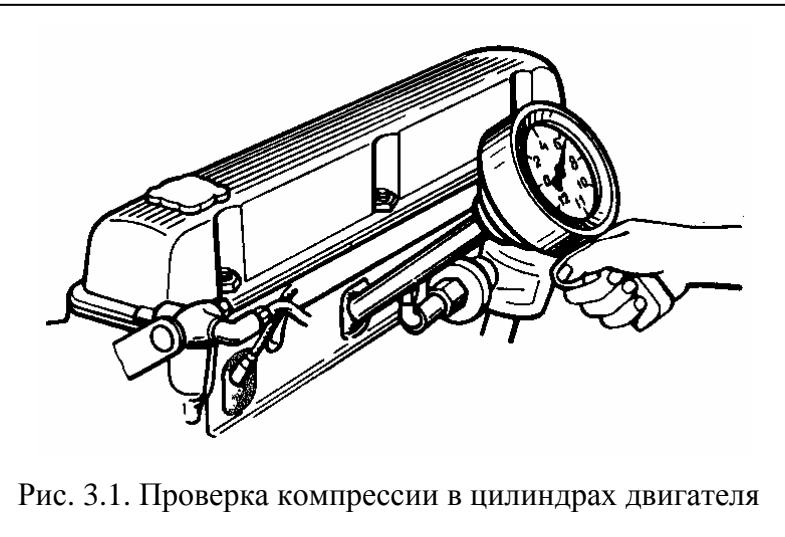

Рис. 3.1. Проверка компрессии в цилиндрах двигателя
**Величину компрессии** в цилиндрах проверяйте на прогретом двигателе компрессометром модели 179 ГАРО. Для этого выверните свечи зажигания, вставьте резиновый конусный наконечник компрессометра в отверстие для свечи (рис. 3.1) и стартером проверните коленчатый вал при полностью открытой дроссельной заслонке и карбюраторе без топлива. Давление в цилиндрах должно быть не менее 700 кПа (7,15 кгс/см2) для двигателей со степенью сжатия 7,0 и 820 кПа (8,4 кгс/см2) для двигателей со степенью сжатия 8,2. Разница давлений в цилиндрах не должна превышать 98 кПа (1 кгс/см2).